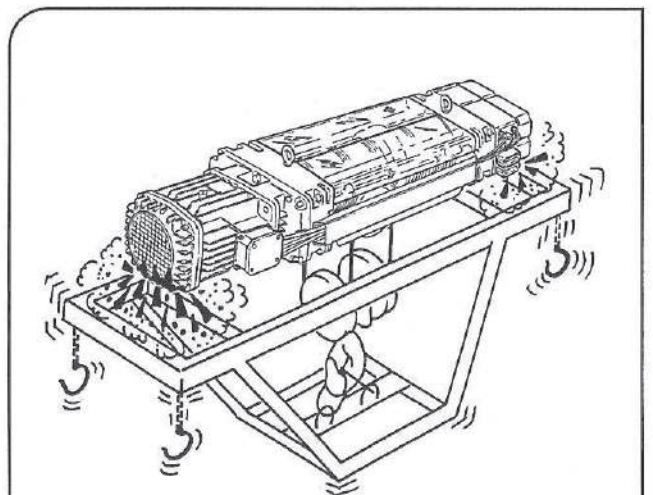

fig. 109
- *que puedan chocar con las partes del montacargas o de la carretilla (fig. 109).*